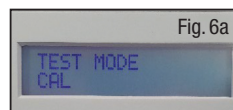

Fig. 6a
- Steek de voedingskabel in de voedingseenheid en in het stopcontact. Schakel de voedingseenheid in terwijl u tegelijkertijd het pijltje OMLAAG ingedrukt. Zodra de voedingseenheid gestart is, laat u het pijltje OMLAAG los. Daarna kunt u naar het testmenu gaan. De voedingseenheid toont "TEST MODUS CAL" (Fig. 6a).